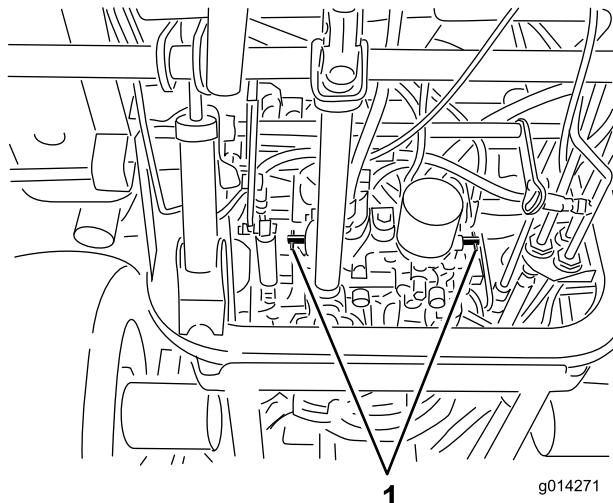

Figura 34
4. Gire las válvulas de desvío una vuelta en el sentido contrario a las agujas del reloj (Figura 34).
Gire cada válvula de desvío una vuelta en el sentido de las agujas del reloj y apriételas a mano (apriete de 8 N·m aproximadamente) (Figura 34).